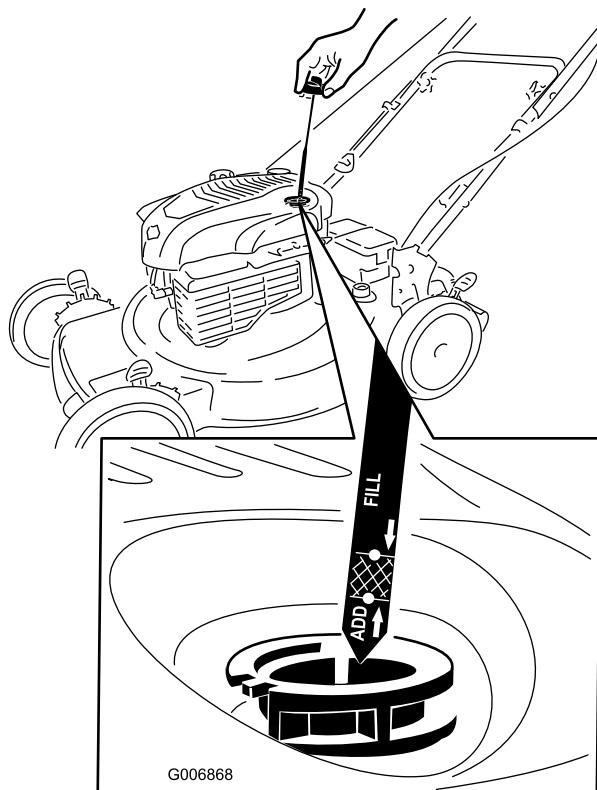

Figura 7
- Retire la varilla (Figura 7).
- Vierta **lentamente** aceite en el tubo de llenado hasta que el nivel llegue a la marca "**Full**" (lleno) de la varilla (Figura 7). **No llene demasiado.** (Capacidad máxima: 0,59 l (20 onzas), tipo: SAE 30W, aceite detergente con clasificación de servicio API SF, SG, SH, SJ, SL o superior.)